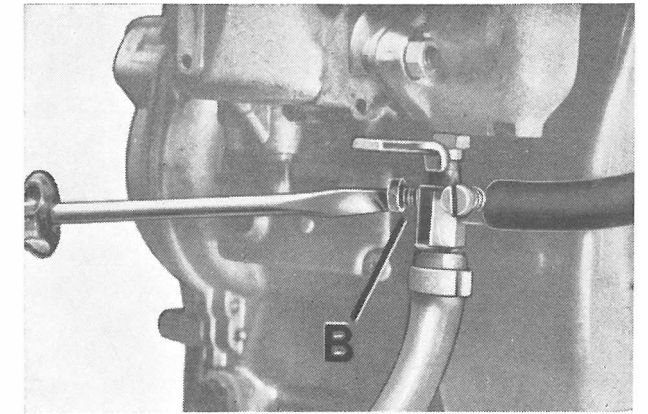

Fig. 83
- Agir sur la vis réglage mélange (B, Fig. 83) jusqu'à la position correspondante au maximum des tours.
- Gemischregulierschraube (« B ») bis auf die Stellung der Höchstdrehzahl drehen (Abb. 83).